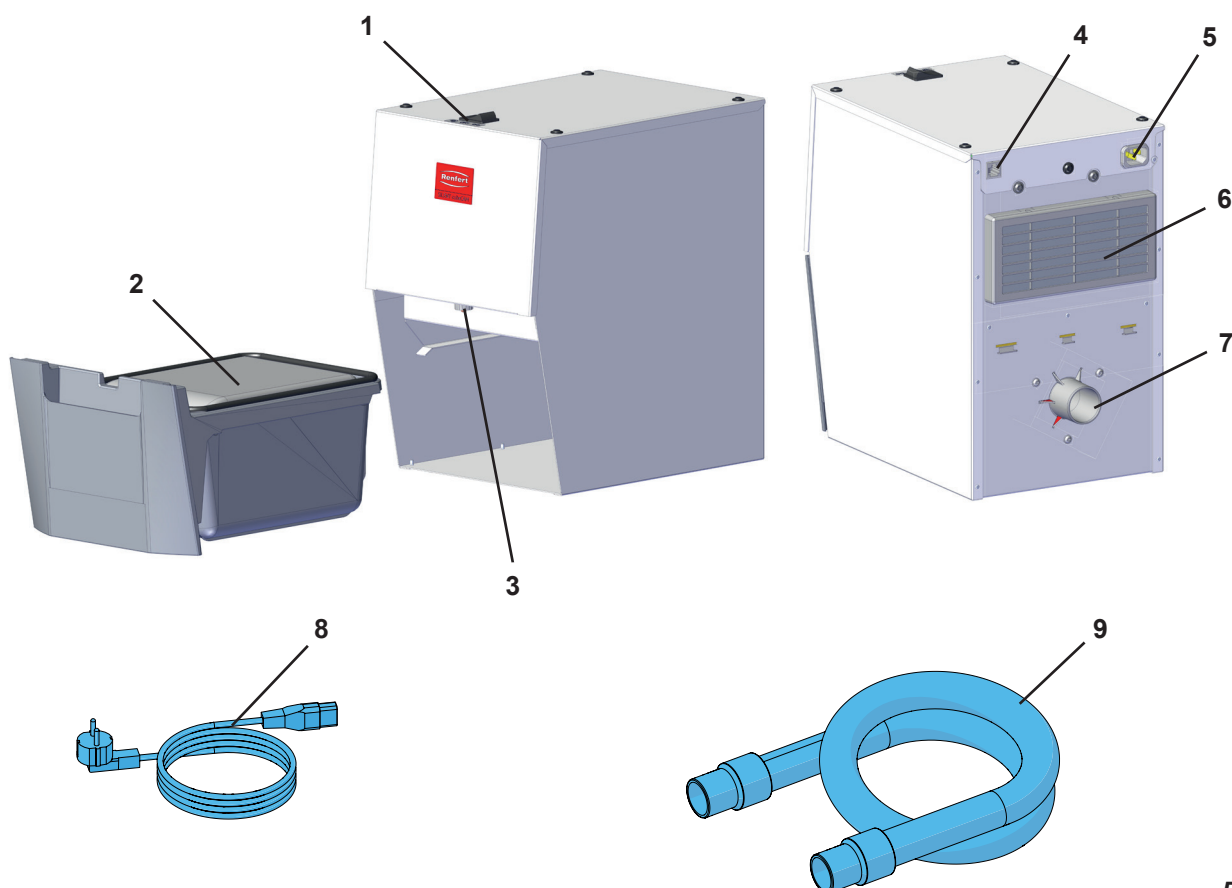

Fig. 1
- la salida de aire (6, Fig. 1) no cuente con ninguna obstrucción.
- Abertura en la parte posterior del armario, mín. 250 x 120 mm, justo enfrente de la salida de aire (6, Fig. 1).
- ⇒ Coloque el interruptor selector de funcionamiento (1) en la posición intermedia "OFF".
- ⇒ Introduzca el cable de red (8, Fig. 1) en la conexión de red (5, Fig. 1).
- ⇒ Introducir el tubo de aspiración (9, Fig. 1) en la boca de succión (7).